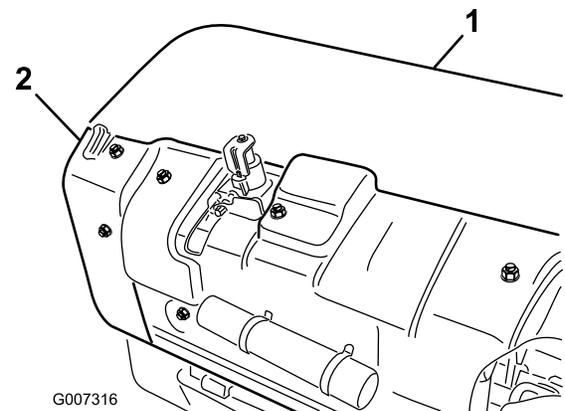

Bild 31
1. Nehmen Sie die hintere Stachelkopfabdeckung ab (Bild 31).
2. Nehmen Sie die Befestigungsschrauben der Spannscheibenabdeckung und dann die Abdeckung ab (Bild 31).